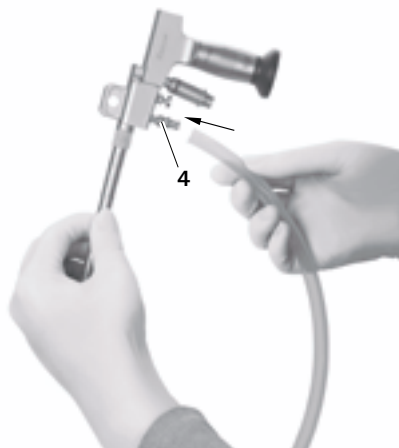

Fig. 20
- a la conexión de irrigación 4, ver Fig. 20.